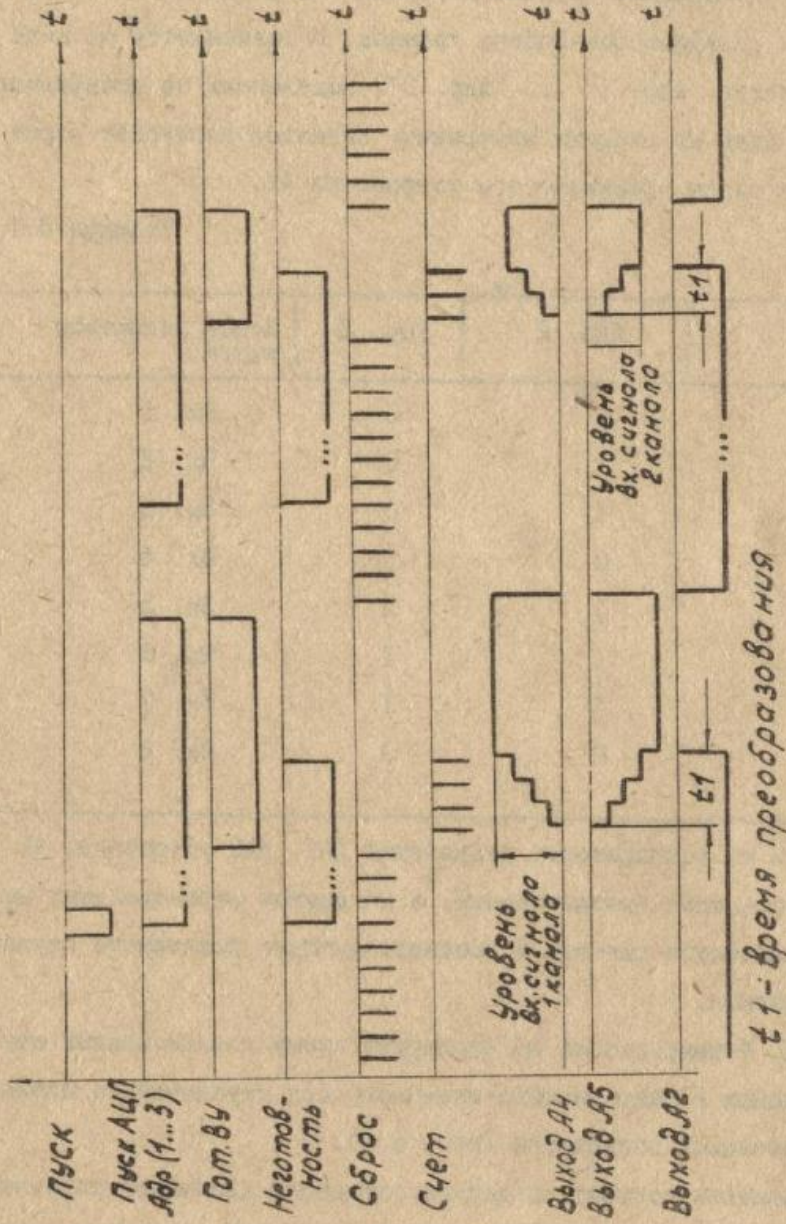

Рис. 5.4.
5.2.2.3. Формирователь А4 формирует сумму положительных эталонов напряжения в виде линейно-изменяющегося ступенчатого напряжения положительной полярности (рис. 5.4).
5.2.2.4. В момент, когда линейно-изменяющееся ступенчатое напряжение с формирователей А4, А5 оказывается равным напряжению измеряемого сигнала, один из компараторов ДА1, ДА2 сравнивающего устройства выдаёт сигнал на устройство управления, которое запрещает прохождение импульсов на шину "Счёт". В этот момент сигнал "Неготовность" (запрет ввода информации в микро-ЭВМ) снимается (см. рис. 5.4) и сформированный на двенадцатиразрядном двоично-десятичном счётчике А6 (работающим синхронно с двоичным счётчиком ДА6) код, эквивалентный напряжению измеряемого сигнала, выдается с кассеты АЦП в виде сигналов в соответствующий регистр памяти микро-ЭВМ.
5.2.2.5. Процессом преобразования измеряемого сигнала в код управляет устройство АЗ (рис. 5.5), которое в зависимости от внешних сигналов "Упр. АЦП", "Гот. ВУ" и сигнала "Пуск АЦП" с кассеты ЭКВМ подаёт импульсы ФЗ через схему задержки ДТ на входы "Счет" или "Сброс" счётчиков ДА6, А6. Устройство АЗ формирует также сигнал "Неготовность" на время преобразования (см. рис. 5.4).